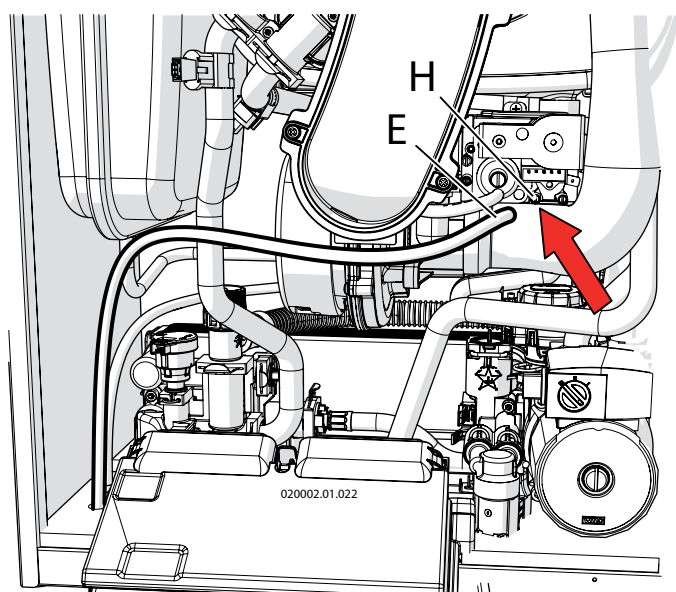

Figura 6.10 - Prese di pressione dell'aria comburente
- 7.- allentare la presa di pressione "H" di cui alla figura 6.10;
- 8.- procurarsi un tubo di silicone diametro esterno 10 mm e diametro interno 7mm (particolare "E" di figura 6.10) inserirlo nella presa di pressione "H";